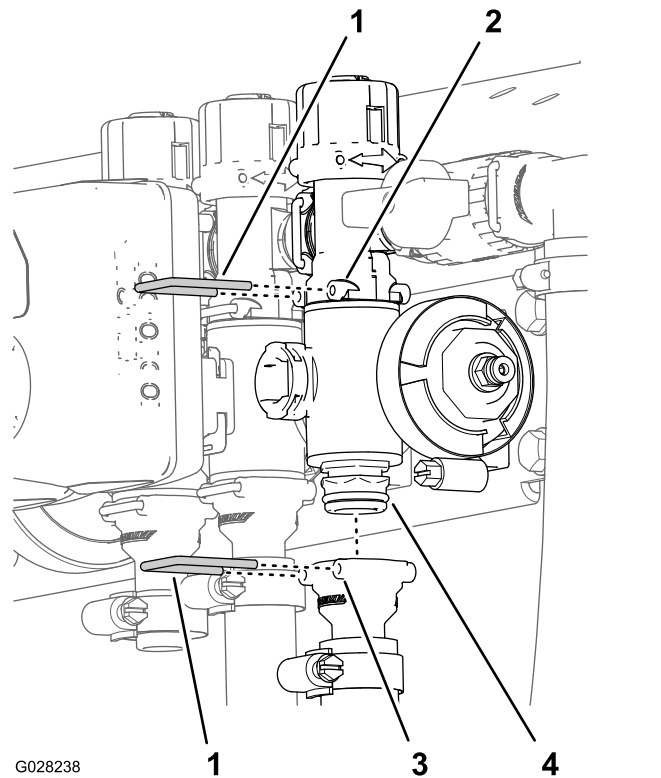

Bild 69
2. Entfernen Sie die Halter, mit denen das Auslaufanschlussstück am Abschnittsventilverteiler und dem Ventilverteiler am Sicherheitsventil-Anschlussstück befestigt ist (Bild 69).